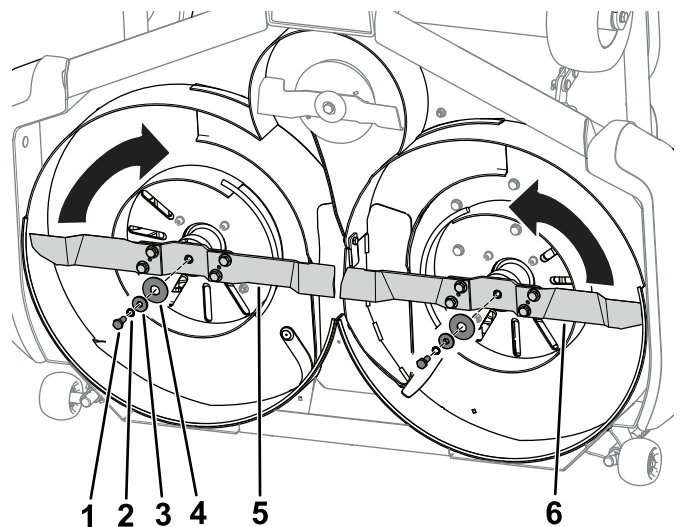

Figura 2
2. Utilize as peças previamente removidas do processo de remoção dos conjuntos das lâminas laterais (parafusos, arruelas de pressão e anilhas curvas) e espaçadores para instalar os conjuntos das lâminas nos lados respectivos (Figura 2).